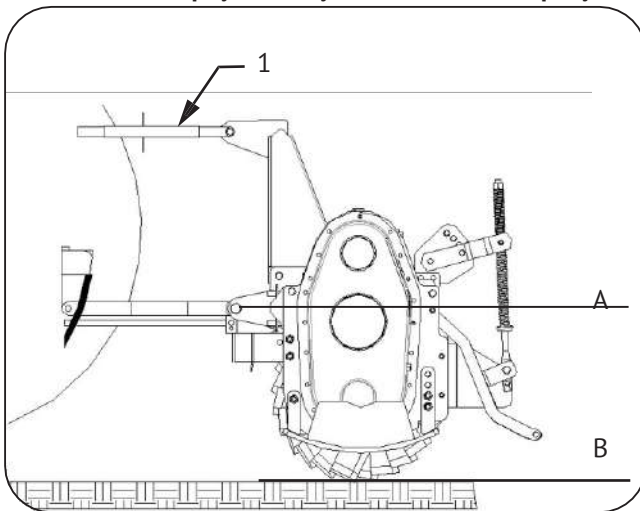

Рис. 6
- 4) Подсоедините верхнюю третью точку и правильно отрегулируйте ее с помощью регулятора (1 Рис. 6), убедившись, что верхняя поверхность машины (А Рис. 6) параллельна земле (В Рис. 6). Это очень важно, так как достигается параллельность между осью машины и осью ВОМ трактора. Когда орудие работает в таких условиях, нагрузка на ВОМ будет меньше, а карданный вал и орудие будут меньше подвержены износу.